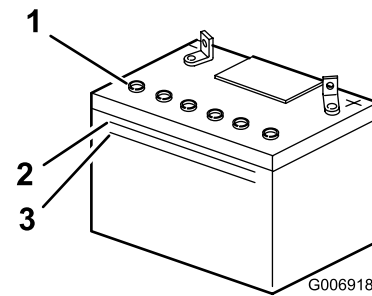

Figure 34
2. Observez le côté de la batterie. Le niveau de l'électrolyte doit atteindre le trait supérieur (Figure 34).
**Remarque:** Le niveau d'électrolyte ne doit pas descendre au-dessous du trait inférieur (Figure 34).
2. Enlevez les bouchons de remplissage (Figure 34).
3. Versez de l'eau distillée avec précaution dans chaque élément jusqu'à la partie inférieure du tube (Figure 34).